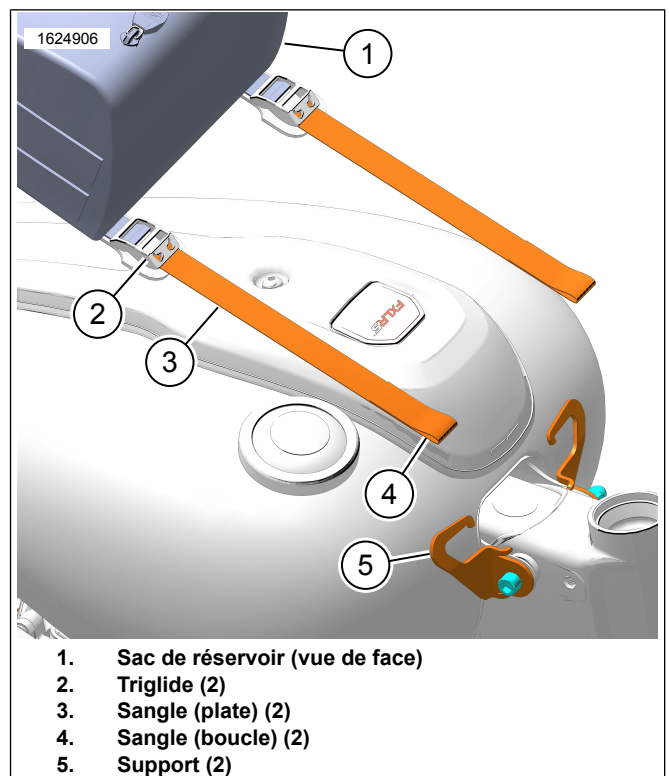

Figure 3. Sangle de réservoir avant
3. Figure 3 Installer l'extrémité en boucle de la sangle (3) sur l'extrémité en crochet du support (5).
4. Acheminez l'extrémité plate de la sangle (3) à travers le triglide (2) sur la sacoche de réservoir (si elle n'est pas déjà installée).
- b. Les triglides (2) doivent être acheminés à l'intérieur des boucles élastiques.
10. Figure 3 Tirez l'extrémité plate des sangles (2) serré pour fixer le sac.